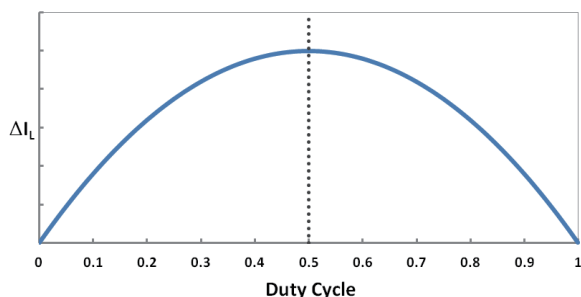

图 3 CCM 中的电感纹波电流
众所周知, 当输入电压为输出电压 (V_{OUT}) 的一半时, 即占空比 (D) 为 50% 时 (图 3), 在连续导通模式下以固定输出电压工作的 DC-DC 升压转换器的电感纹波电流最大值就会出现。这可以通过数学方式来表示, 即设置纹波电流相对于 D 的导数 (切线的斜率) 等于零, 并对 D 求解。简单起见, 假定转换器能效为 100%。